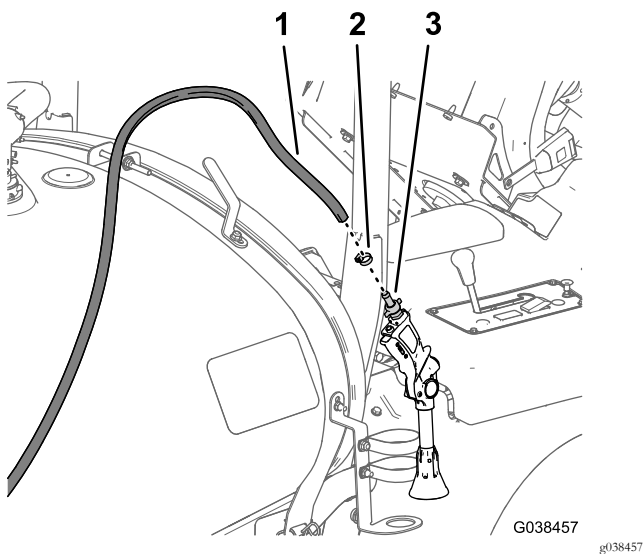

Figura 94
7. Conecte el acoplamiento dentado de la pistola de fumigación (Figura 94) que retiró en Desconexión del kit opcional de lanza de fumigación manual (página 10) a la manguera de alimentación con una abrazadera de 6–11 mm.